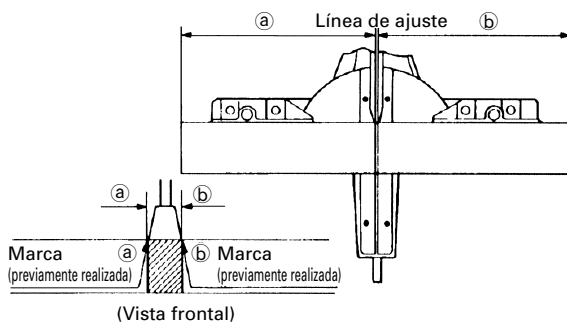

Fig. 20
- (1) Como se muestra en la Fig. 20, la anchura de la hoja de sierra es la de corte. Por lo tanto, deslice la pieza de trabajo hacia la derecha (vista desde la posición del operador) cuando desee la longitud (b), o hacia la izquierda cuando desee la longitud (a).
- (2) Cuando la hoja de sierra haya alcanzado la velocidad máxima, empuje cuidadosamente hacia abajo la empuñadura hasta que la hoja de sierra se acerque a la pieza de trabajo.
- (3) Cuando la hoja de sierra haya entrado en contacto con la pieza de trabajo, empuje gradualmente hacia abajo la empuñadura para cortar dicha pieza.
- (4) Después de haber cortado la pieza de trabajo con la profundidad deseada, desconecte la alimentación de la herramienta eléctrica y deje que la hoja de sierra se pare completamente antes de levantar la empuñadura de la pieza de trabajo para devolverla a su posición de completamente retraída.